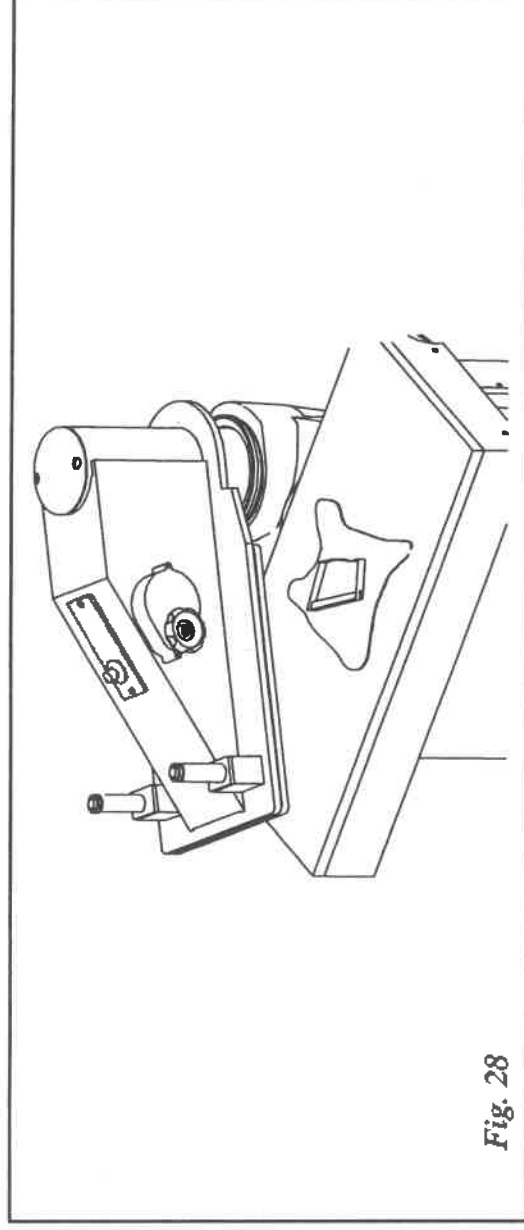

Fig. 28
- étendre le matériel sur la table de travail et y appuyer l'emporte-pièce (Fig. 28);